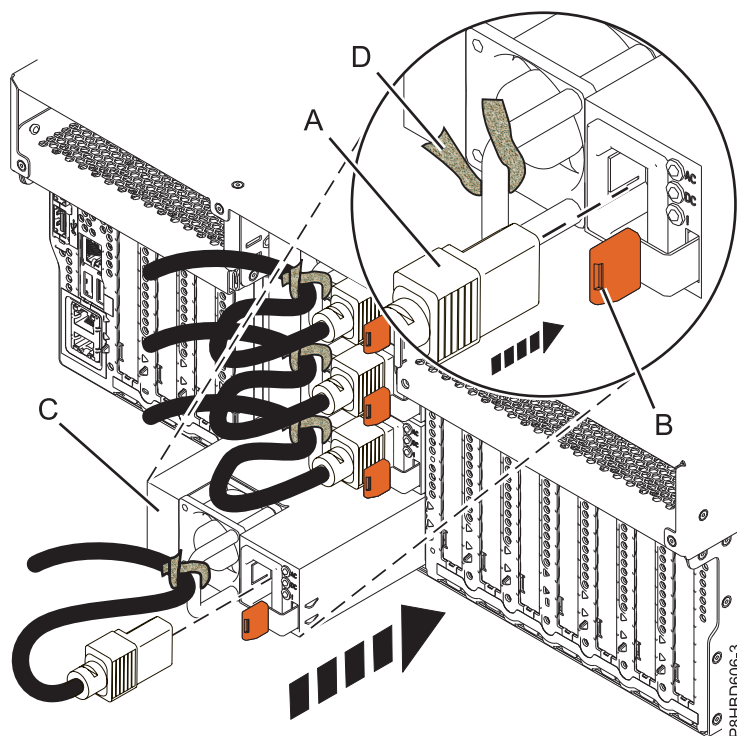
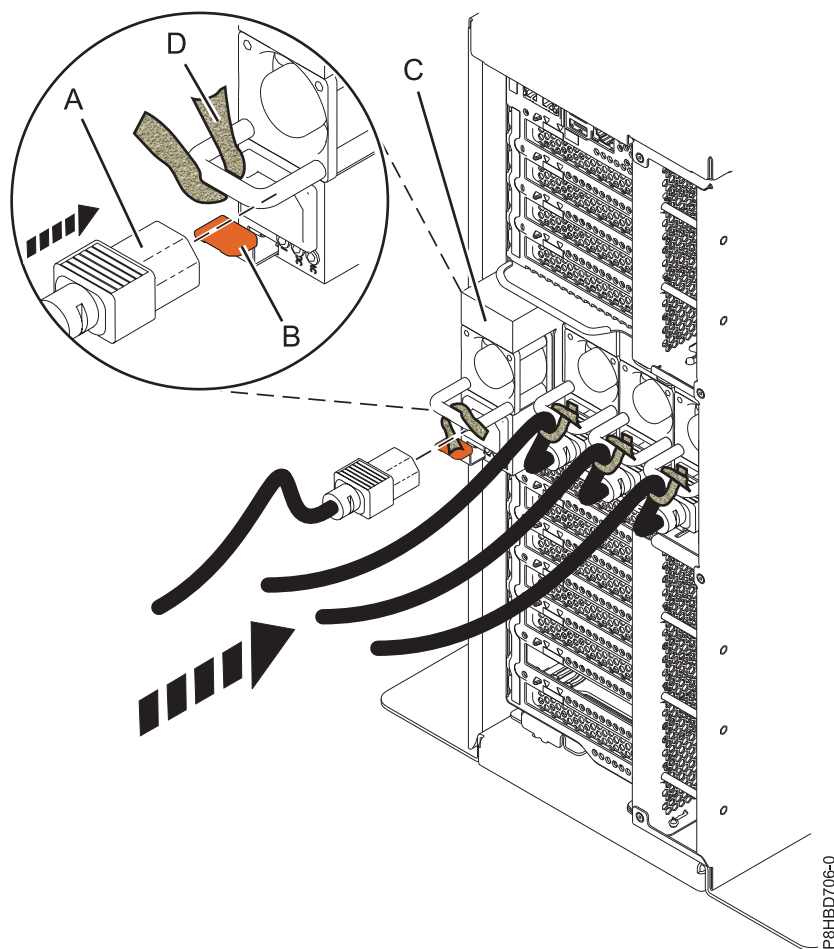

Figura 21. Substituir uma fonte de alimentação num sistema montado em bastidor
Figura 22. Substituir uma fonte de alimentação num sistema autónomo
3. Alinhe a fonte de alimentação (C) com o compartimento e faça deslizar a fonte de alimentação para o sistema até o trinco de cor terracota (B) fique fixado, tal como é demonstrado em Figura 21 para um sistema montado em bastidor e Figura 22 na página 25 para um sistema autónomo.
4. Ligar o cabo de alimentação (A) à fonte de alimentação (C), tal como é demonstrado em Figura 21 na página 24 para um sistema montado em bastidor e Figura 22 para um sistema autónomo.
5. Utilizar a presilha (D) e ligar o cabo de alimentação à pega da fonte de alimentação, tal como é demonstrado em Figura 21 na página 24 para um sistema montado em bastidor e Figura 22 para um sistema autónomo.